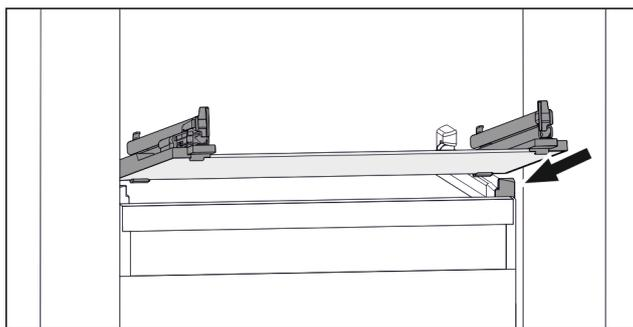

Fig. 101 Exemple de représentation de la tablette en verre
- ▶ Placer la tablette en verre, en l'inclinant, derrière les butées. (voir Fig. 101)